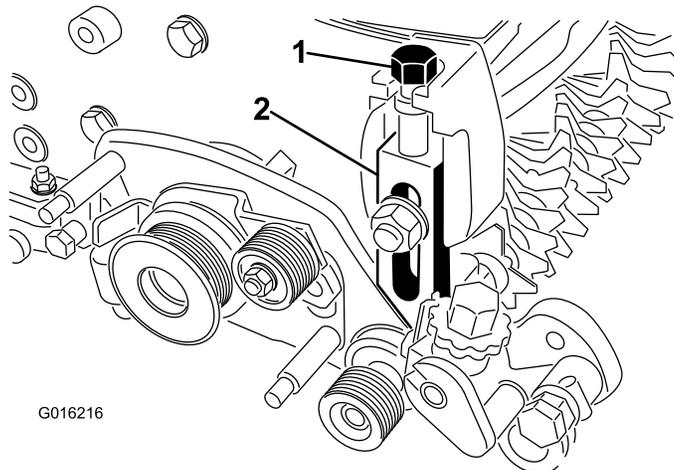

Figure 12
27. Vissez la vis de réglage de hauteur de coupe dans le haut du bras de réglage droit (Figure 12).
Remarque: L'extrémité de la tige du bras de réglage doit glisser dans la douille placée dans le trou de l'entraînement du groomer (Figure 12).
31. Vissez la vis de réglage de hauteur de coupe au sommet du bras de réglage gauche (Figure 12).
33. Fixez le bras de réglage gauche à la plaque latérale du plateau de coupe au moyen du boulon de charrue et de l'écrou existants, et d'une rondelle neuve (Figure 12).